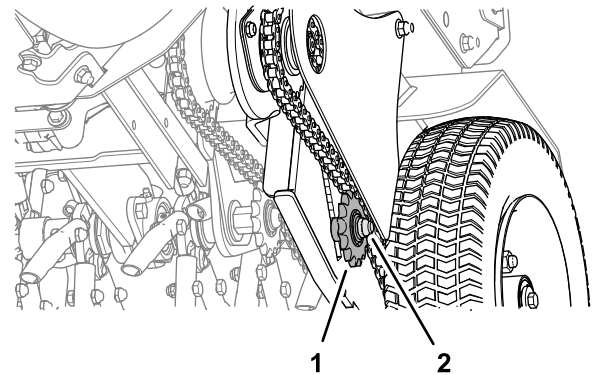

Figura 44
4. Para ajustar la tensión de la cadena, afloje el perno tensor y la contratuerca, y empuje el piñón hacia arriba para tensar la cadena (Figura 44).